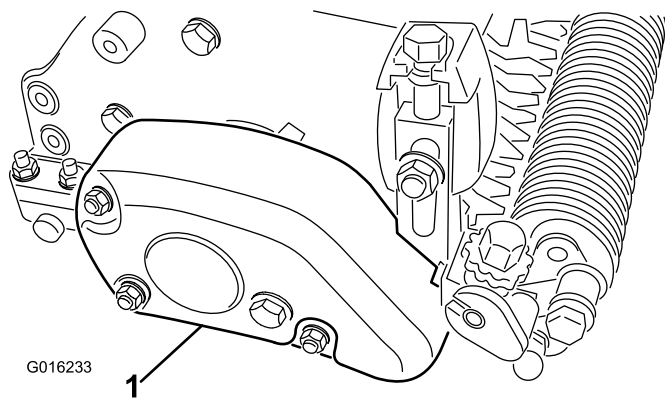

Figura 26
1. Retire la cubierta de la correa de la carcasa del acondicionador (Figura 26).